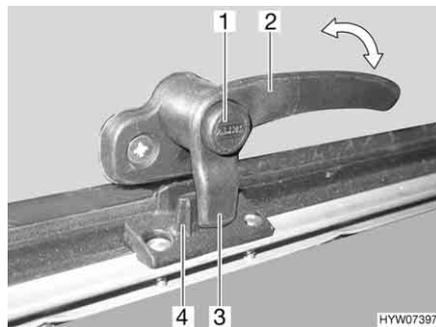
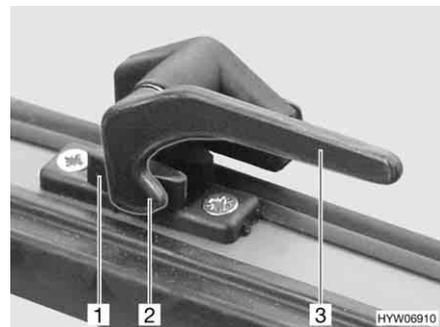

Fig. 94 Palanca de bloqueo con botón de seguridad en la posición de "cerrado"
Fig. 95 Palanca de bloqueo en la posición de "cerrado"
- Si existe, pulsar el botón de seguridad (Fig. 94,1) y mantenerlo pulsado.
- Girar toda la palanca de bloqueo (Fig. 94,2 ó Fig. 95,3) un cuarto de vuelta hacia el centro de la claraboya.
- Girar todas las palancas de bloqueo (Fig. 94,2 ó Fig. 95,3) un cuarto de vuelta hacia el marco. El saliente de bloqueo (Fig. 94,3 ó Fig. 95,2) se encuentra en la cara interior del bloqueo de la claraboya (Fig. 94,4 ó Fig. 95,1).
- En la posición "cerrada fijamente" (Fig. 94 y Fig. 95)